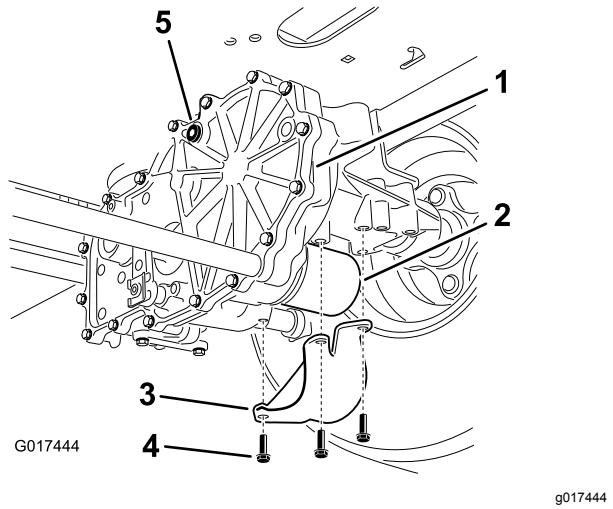

Figura 98
2. Localice el filtro y los protectores de cada sistema de tracción del transeje (Figura 98).
3. Retire los 3 tornillos que sujetan el protector del filtro, y retire el protector (Figura 98).